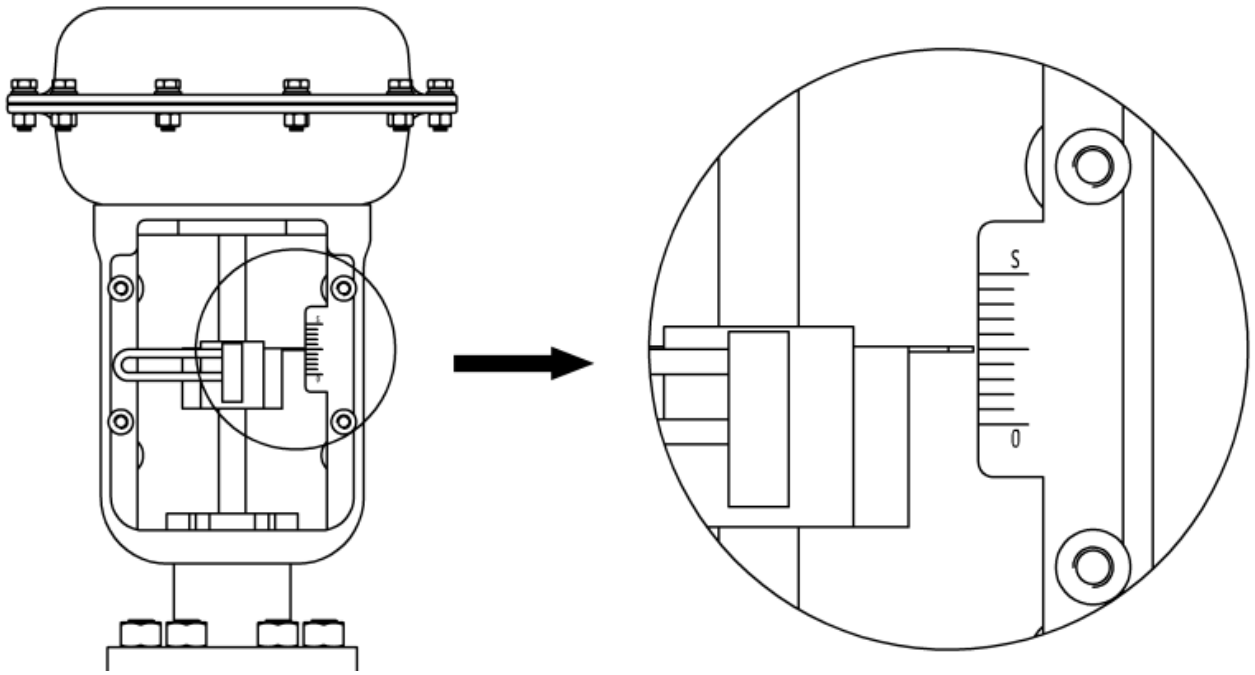

图14. 阀门行程中点
- 给阀门气缸通气，依据阀门上的行程标尺将阀位调到行程中点，如图 14 所示。